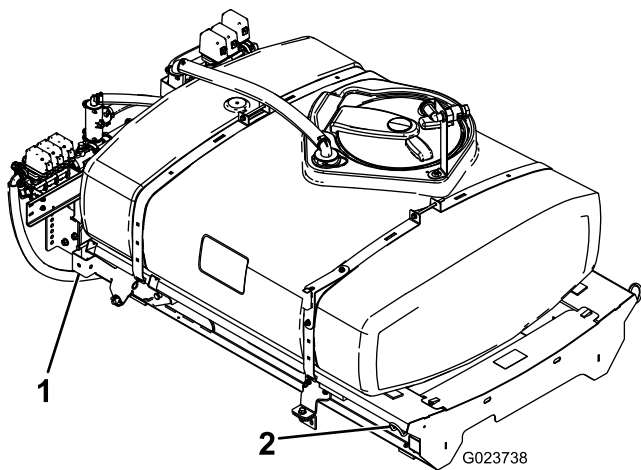

Figura 8
- Usando un mezzo di sollevamento, alzate il gruppo del telaio di supporto del serbatoio (Figura 8) e posizionate sopra il telaio del veicolo con la pompa e i gruppi valvola rivolti verso la parte posteriore.